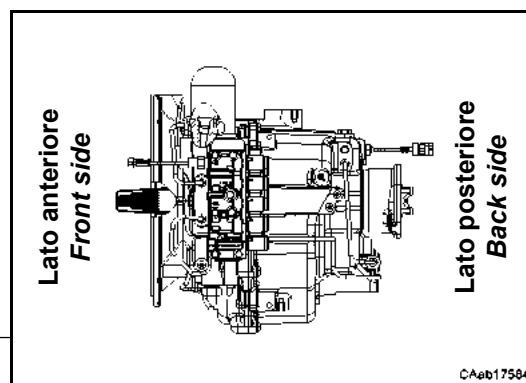

Fig. 2
**Lato anteriore trasmissione:** parte anteriore della trasmissione, in accoppiamento con il motore (Fig. 2).
**Lato posteriore trasmissione:** parte posteriore della trasmissione, opposta alla parte anteriore (Fig. 2).
**Transmission front side:** it is the front side of the transmission, connected with the motor (Fig. 2).
**Transmission back side:** it is the back side of the transmission, opposite to the front side (Fig. 2).